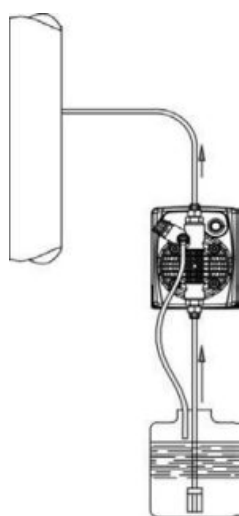
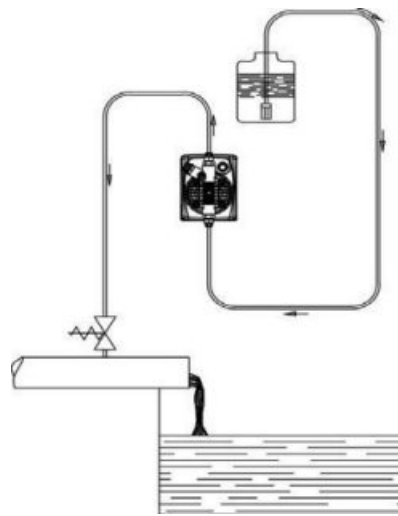

Рис. 5
Рис. 6
- c.** – Расположите насос, как показано на рис. 5, учитывая, что его можно устанавливать, как выше, так и ниже уровня дозируемой жидкости, при этом перепад уровней не должен превышать 2 -х метров. Если система работает при атмосферном давлении (без обратного), а емкость с реагентами расположена выше насоса (рис. 6) необходимо часто проверять состояние клапана впрыска, т.к. его износ может вызвать попадание реагента в систему даже при выключенном насосе. Если данная проблема появляется, Вам необходимо установить обратный клапан **С** между точкой выброса и клапаном . Не устанавливайте насос над емкостью с химическими препаратами, выделяющими большое количество паров, за исключением случаев, когда емкость герметично закупорена.